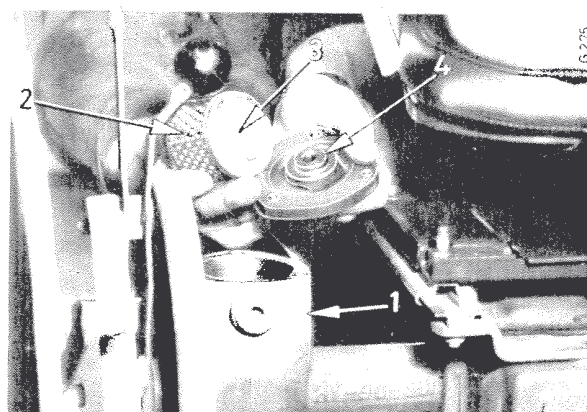

Fig. 72
En plus du filtre d'aspiration le système hydraulique comporte un filtre auxiliaire (2) Fig. 72 chargé d'épurer l'huile en cours de fonctionnement. L'élément filtrant de ce filtre doit être remplacé après les 200 premières heures de fonctionnement et lors de chaque vidange d'huile par la suite.